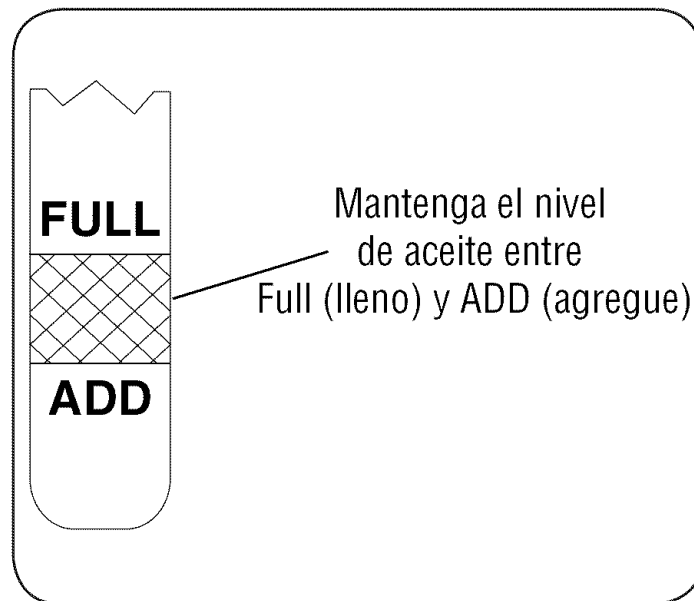

Figura 11
4. Desenrosque y retire el tapón de llenado de aceite del tubo de llenado de aceite. Fíjese en el nivel de aceite. Si la lectura en la varilla del nivel de aceite está por debajo de la marca "ADD" (agregue), agregue aceite lentamente hasta alcanzar el nivel "FULL" (lleno). Vea la figura 11.